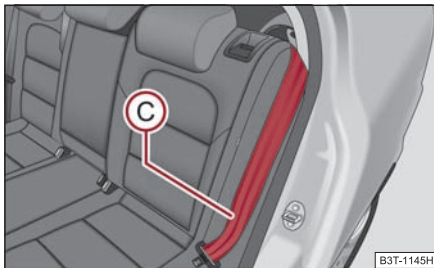

Fig. 85 Deblocarea spătarului scaunului
- Aduceți centura de siguranță laterală din spate (C) în spatele marginii capitonajului lateral ⇒ fig. 85.